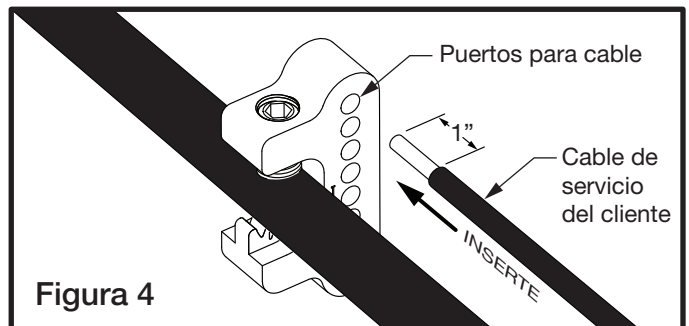

Figura 4
- 3) Prepare el cable de servicio del cliente pelando el cable 1 pulgada (vea la Figura 4).
- 4) Instale el extremo pelado en uno de los puertos para cable (Figura 4).